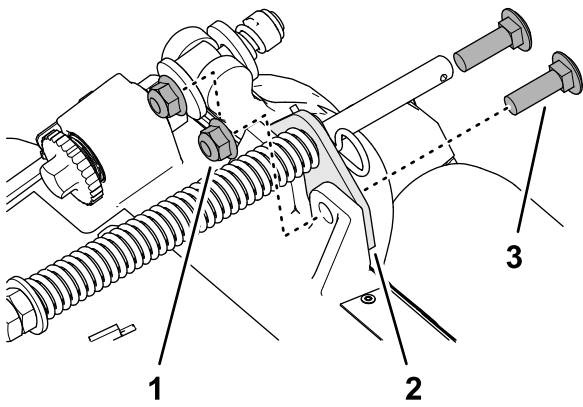

Figure 17
- Retirez les 2 contre-écrous à embase ( $\frac{3}{8}$ ") et 2 boulons de carrosserie ( $\frac{3}{8}$ " x  $1\frac{1}{4}$ ") qui fixent le support du compensateur au cadre de l'unité de coupe (Figure 17).